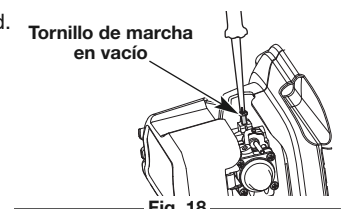

Fig. 18
- Suelte el control del regulador y deje que el motor trabaje en vacío. Si el motor se apaga, use un destornillador pequeño Phillips para girar el tornillo de marcha en vacío en el sentido de las agujas del reloj, dándole 1/8 de vuelta cada vez (según sea necesario), hasta que el motor funcione en marcha en vacío sin inconvenientes (Fig. 18).
- Si el motor entra en marcha en vacío muy rápidamente, gire el tornillo de marcha en vacío en sentido contrario a las agujas del reloj 1/8 de vuelta cada vez (según sea necesario) para reducir la marcha en vacío (Fig. 18).